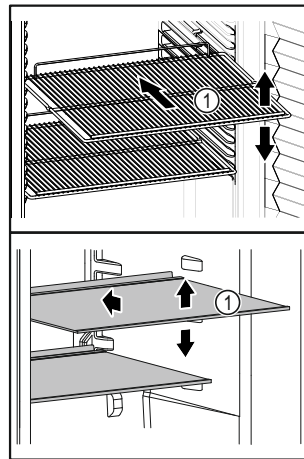

Fig. 30 Ενδεικτική απεικόνιση
- ❑ Εάν τα ράφια Fig. 30 (1) είναι ρυθμιζόμενα, προσαρμόστε τα ανάλογα με το ύψος.